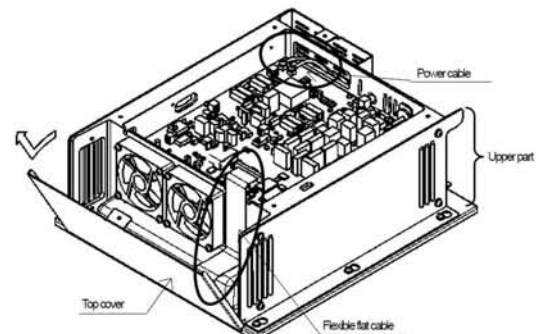

図2 [Fig.2]
Remove the top cover. [Fig.2]
- 3) フレキシブルケーブルをコネクタ(J101)から外します。次に、電源ケーブル(TB301とTB302)を端子から外します。(図2)
Remove the flexible flat cable from the connector (J101), and then remove the power cable from each terminal (TB301 and TB302). [Fig.2]
- 4) 筐体両側の6つのビスを緩め、筐体上部を取り外します。(図2)
Loosen the screws (six places) fixing the both sides of chassis, and then remove the upper part. [Fig.2]